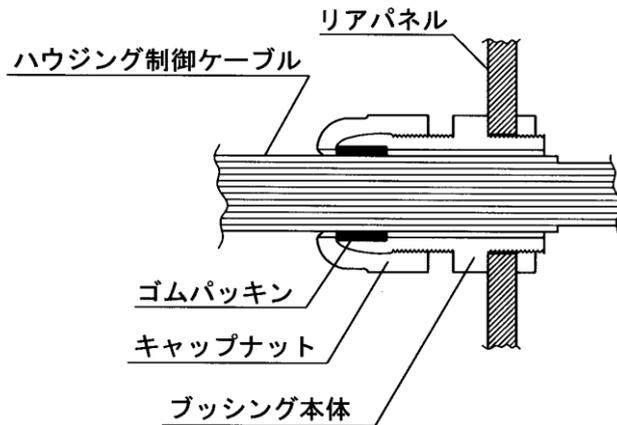
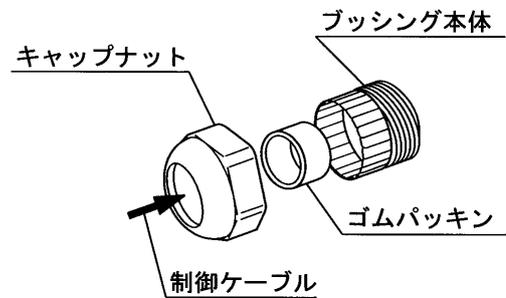

図2 ブッシング(L)断面
図3 ブッシング(L)分解
2. ハウジング用制御ケーブルをブッシング(L)に図2及び図3のように、キャップナット・ゴムパッキン・ブッシング本体の順に通してください。
3. ゴムパッキンは図2のように確実に取り付けてください。不完全な取り付けをしますと雨水が浸水します。